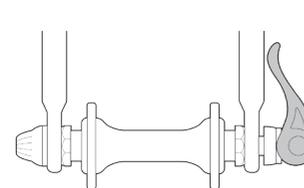
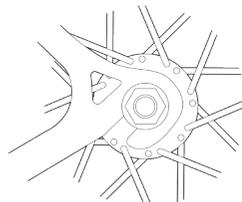

fig. 11a
fig. 13
2. Se la bicicletta presenta un sistema di bloccaggio rapido della ruota anteriore, spostare la leva dalla posizione di blocco o CHIUSO alla posizione APERTO (fig. 11a e 11b). Quindi proseguire al punto (4).
(a) Con un sistema a sgancio rapido, muovere la leva verso l'alto e fissarla nella posizione CHIUSO (fig. 11a). La leva dovrebbe in questo momento trovarsi in posizione parallela ai bracci della forcella e curvata verso la ruota. Per applicare la forza necessaria al bloccaggio, bisogna avvolgere le dita attorno a un braccio della forcella come appoggio e la leva dovrebbe lasciare una chiara impronta sul palmo della mano.
6. Con un sistema a sgancio rapido, muovere la leva verso l'alto e fissarla nella posizione CHIUSO (fig. 11a). La leva dovrebbe in questo momento trovarsi in posizione parallela al fodero posteriore verticale o al fodero posteriore orizzontale e curvata verso la ruota (fig. 13). Per applicare la forza necessaria al bloccaggio, bisogna avvolgere le dita attorno a un braccio della forcella come appoggio e la leva dovrebbe lasciare una chiara impronta sul palmo della mano.